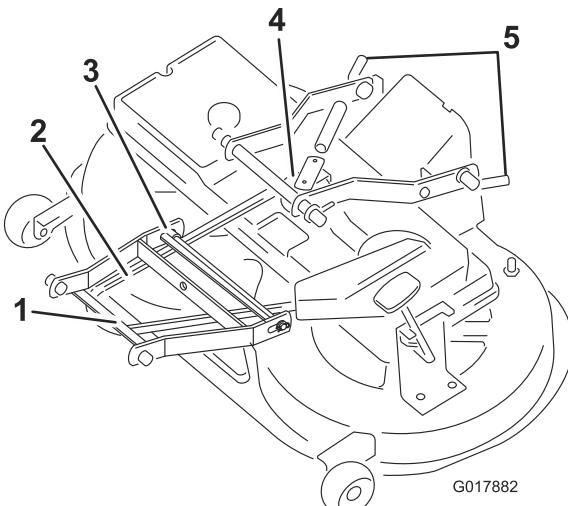

Figura 45
- Tire del brazo tensor hacia dentro y retire la correa en V de la polea (Figura 45).
- Retire el pasador situado entre el acoplamiento del brazo delantero y la carcasa de corte (Figura 45).
- Retire la correa en V de la polea del motor (Figura 45).